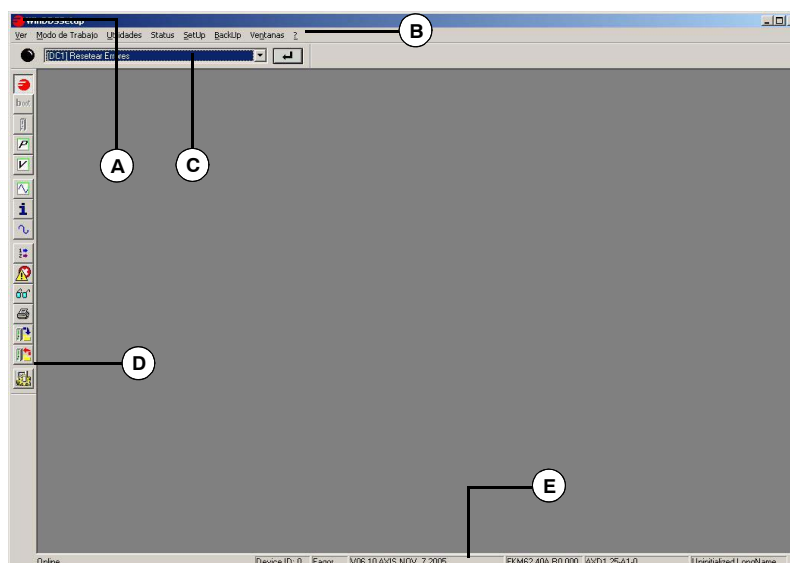

FIGURA S16.2
- **Toolbar.** Activa o desactiva la visualización en pantalla de la barra de herramientas ^(D). Véase **FIGURA S16.2**.
- **Status Bar.** Activa o desactiva la visualización en pantalla de la barra de estado ^(E). Véase **FIGURA S16.2**.